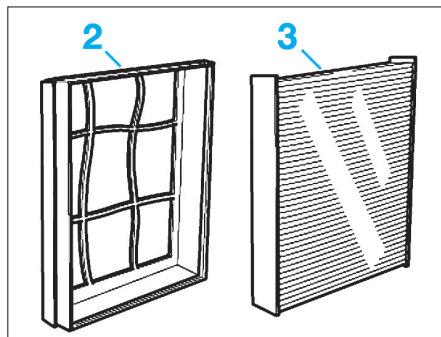

FIG. 3
- Extraire du tiroir (2) le filtre à air d'habitacle (3) (Fig.3).